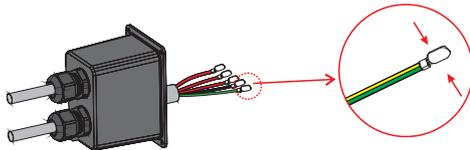

Abb.4.3-5 Installation der AC-Anschlussklemmen
Step 3. Installieren Sie die AC-Anschlussklemme am Kabel, siehe Abbildung 4.3-5.